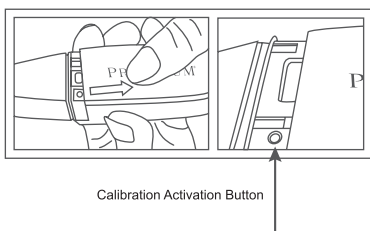

Fig. 1.11
4. Rimuovere il coperchio della batteria per mostrare il pulsante di Attivazione calibrazione; un foro nel bordo sinistro inferiore, come mostrato nella **Fig. 1.11**.